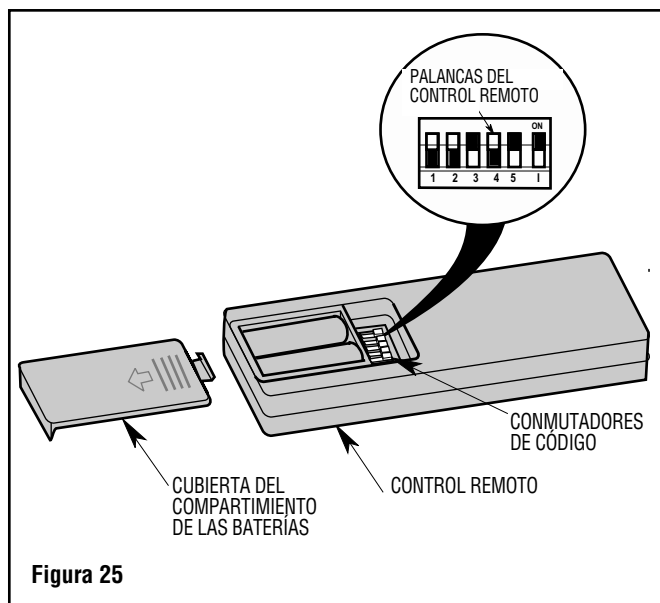

Figura 25
Retire la cubierta de las baterías presionando firmemente debajo de la flecha y deslizando la cubierta hasta retirarla del control remoto (Figura 25).
Deslice las cinco palancas de conmutador ubicadas en el control remoto hasta su elección de posiciones de encendido (ON) (hacia arriba) o hacia abajo. Use un bolígrafo o un destornillador pequeño y deslice las palancas firmemente hacia arriba o hacia abajo (Figura 25).